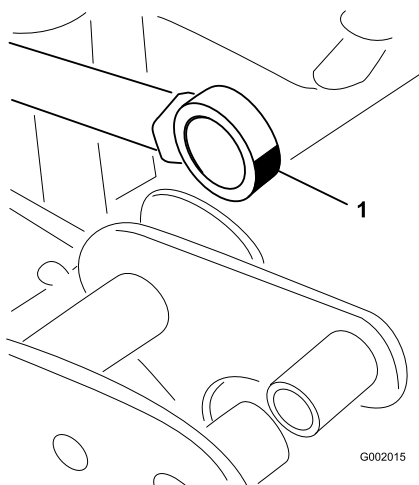

Figura 35
5. Manipule a extremidade do rolamento da barra do accionador e aplique massa lubrificante no rolamento (Figura 35). Limpe a massa lubrificante em excesso.